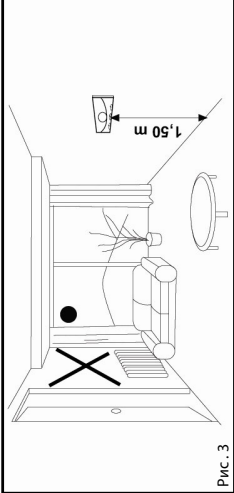

Рис. 3
- солнечных лучей или радиации от электрообогревательных приборов или обогреваемых (неохлаждаемых ) участков, например, наружные стены с термостатом или внутрисстенные трубы или дымоходы (рис.3).